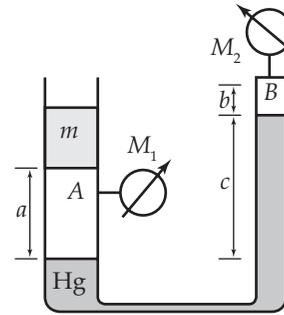

Figura Ep1.34
**Ep1.34** Nas câmaras A e B da Figura Ep1.34, tem-se ar. Sabe-se que o êmbolo com massa  $m = 10$  kg pode deslizar sem atrito no tubo cujo diâmetro interno é igual a 10 cm. Sabe-se que  $a = 500$  mm. Determine as pressões manométricas do ar em A e em B.
**Ep1.36** Nas câmaras A e B da Figura Ep1.34, tem-se ar. Sabe-se que o êmbolo com massa  $m = 10$  kg pode deslizar sem atrito no tubo cujo diâmetro interno é igual a 10 cm